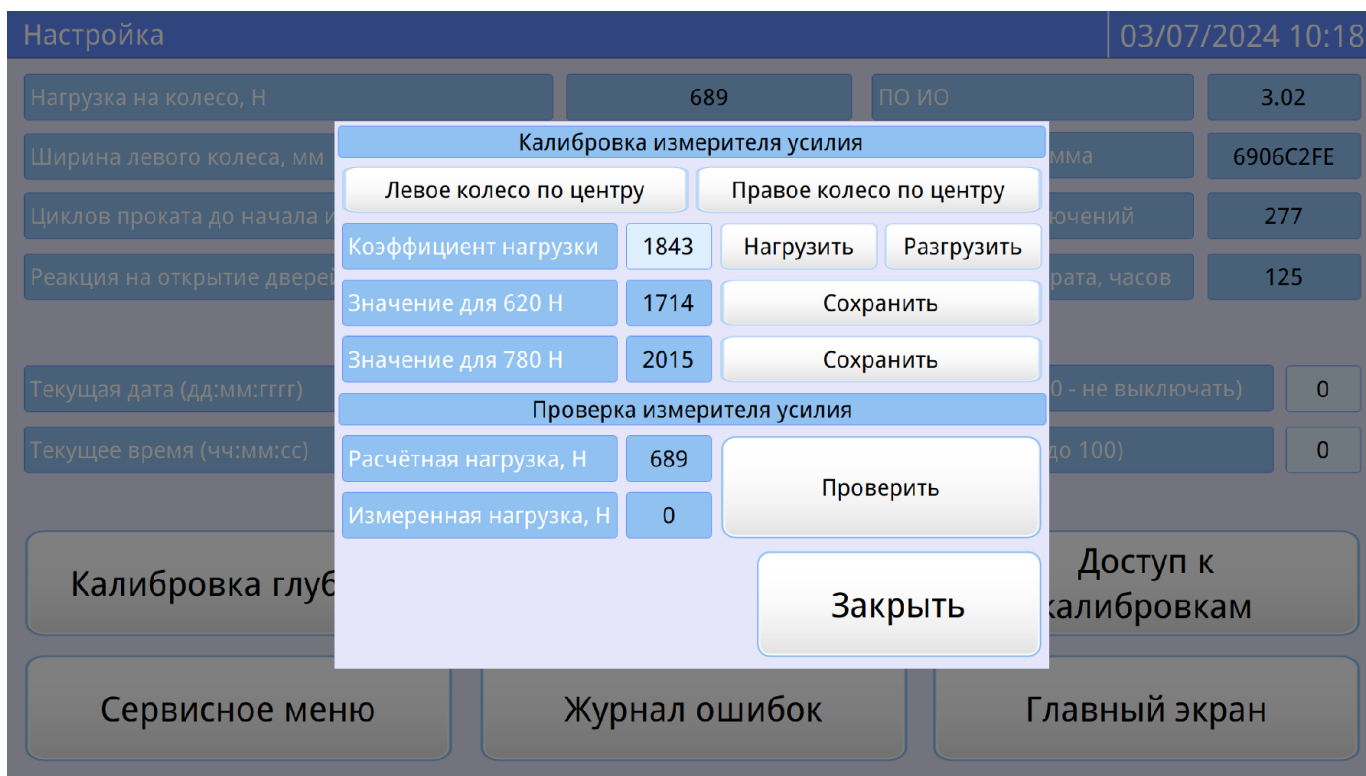

Рисунок 2 – Окно «Калибровка измерителя усилия»
9.7.4 Нажать кнопку **[Калибровка усилия]**. При этом откроется окно **«Калибровка измерителя усилия»** (см. рисунок 2).